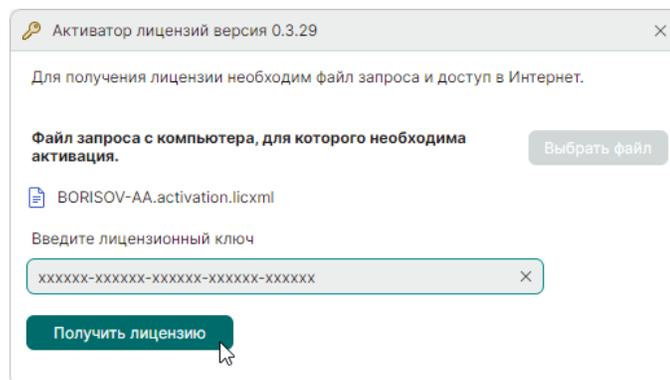

Рис. 21 Получение лицензии
5. Введите лицензионный ключ и нажмите «Получить лицензию», см. Рис. 21.